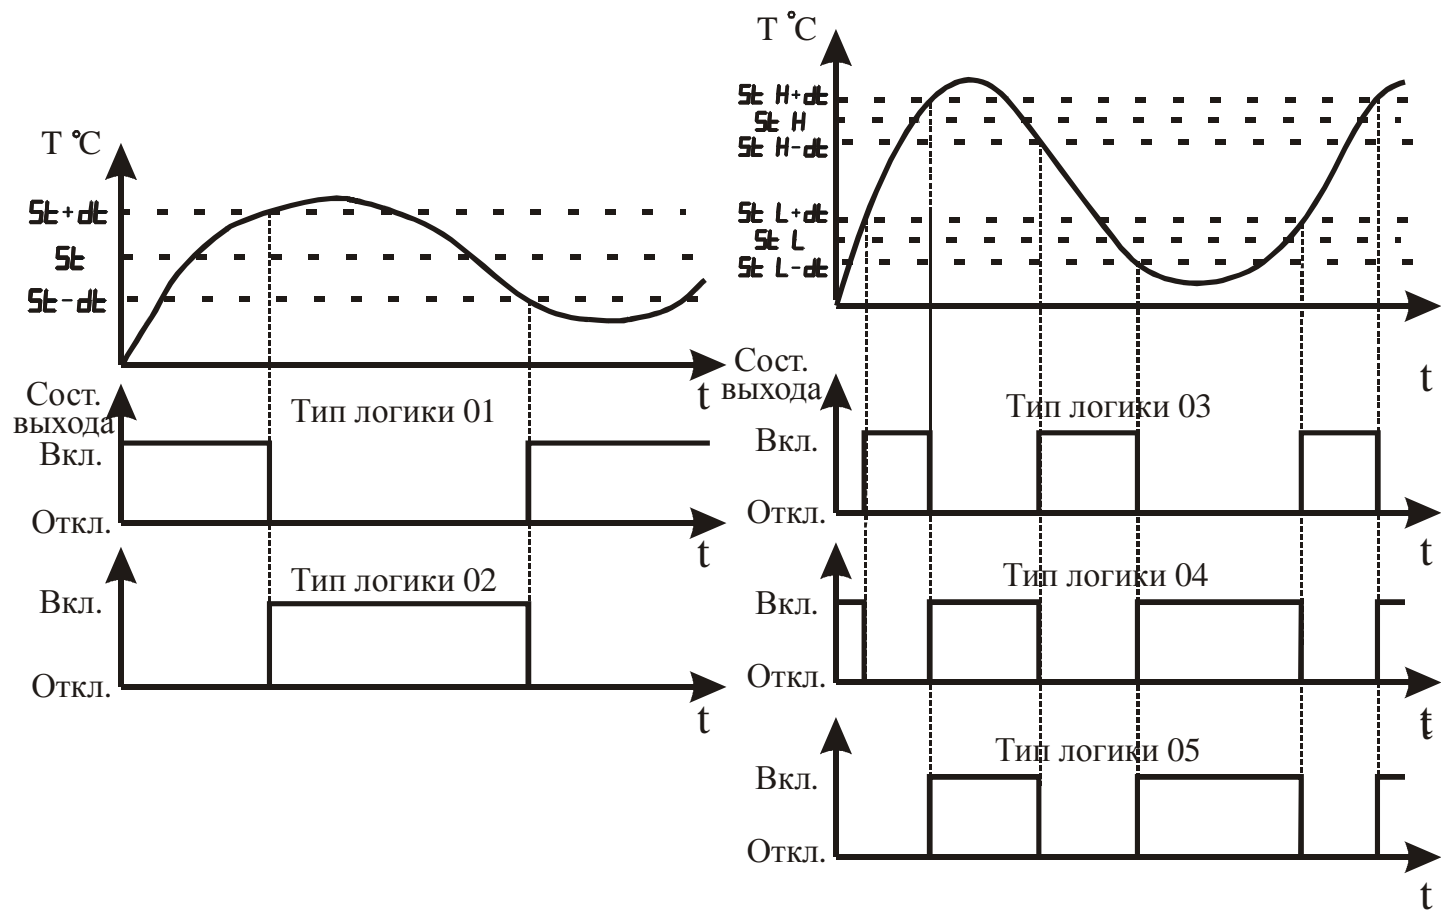

Рисунок 3.14 – Графическое представление типов логики работы выхода
3.3.2.10 Параметр “Тип логики работы прибора” определяет алгоритм управления исполнительным устройством (см. рисунок 3.14).
Тип логики 05 (модернизированная “U”-образная), в основном, аналогичен типу логики 04. Отличие состоит в том, что работа выходного устройства разрешается только после первого превышения регулируемой температурой значения  $St H + dt$  (см. рисунок 3.14).